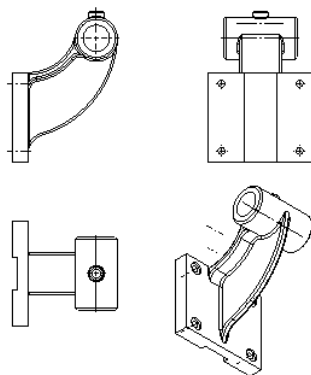

图 6.3.7 创建投影视图
投影视图包括仰视图、俯视图、右视图和左视图。下面以图 6.3.7 所示的视图为例，说
Step3. 选择投影父视图。在系统 **选择一投影的工程视图** 的提示下, 选择图 6.3.7 所示的主视图作为投影的父视图。